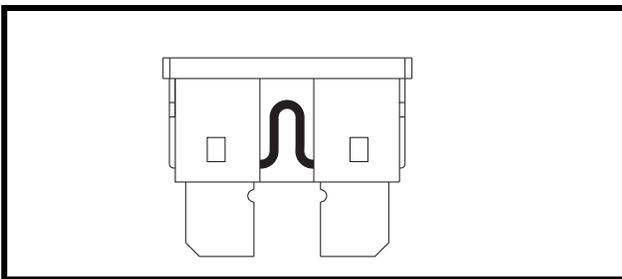

Figure 27. Fusible correct
2. Examinez-le pour vérifier s'il est brûlé. **Voir les figures 27 et 27A.**